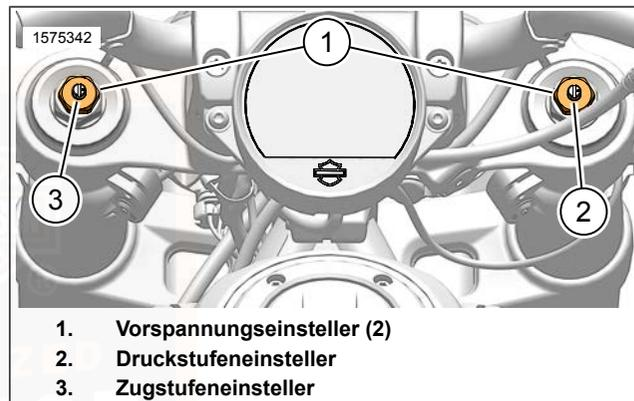

Abbildung 15. Einsteller für Vorderradfedern
Siehe Abbildung 15. Die Schraube des Druckstufeneinstellers (2) befindet sich auf dem rechten Tauchrohr.
Siehe Abbildung 15. Die Schraube des Zugstufeneinstellers (3) befindet sich auf dem linken Tauchrohr.
2. Die Schraube des Zugstufeneinstellers (3) um die empfohlene Anzahl von Umdrehungen gegen den Uhrzeigersinn drehen. Siehe Tabelle 28.
Siehe Abbildung 15. Die Vorspannungseinsteller (1) befindet sich jeweils auf dem Tauchrohr.